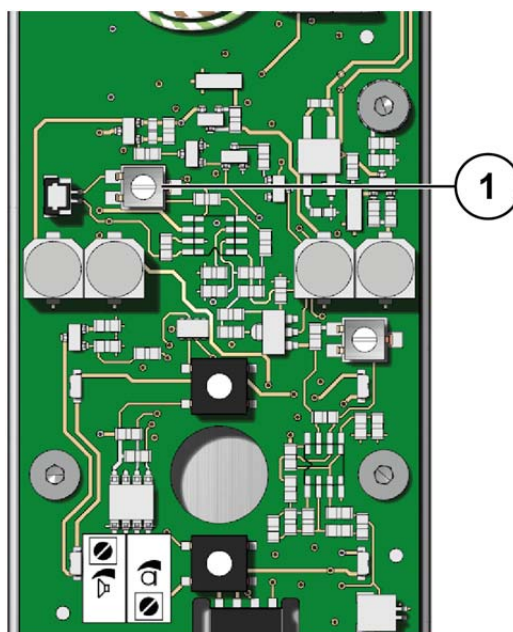

Abb. 11: Lautstärke Lautsprecher einstellen
- ▶ Drehen Sie den Regler **(1)** nach rechts, um die Lautstärke des Lautsprechers zu erhöhen (Abb. 11).